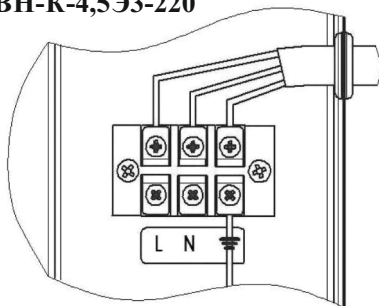
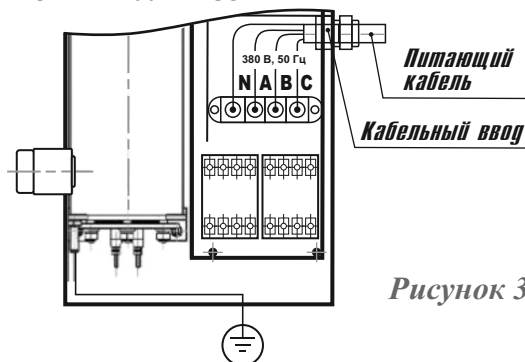

Рисунок 2
Рисунок 3
- подключить ЭВН-К к электросети 220 В, 50 Гц (**рисунок 2**) или 380 В, 50 Гц (**рисунок 3**) в зависимости от типа изделия (см. п. 4), пропустив питающий кабель через кабельный ввод (фитинг). Фазные провода и нулевой провод следует подключить в соответствии с маркировкой на клеммную колодку.